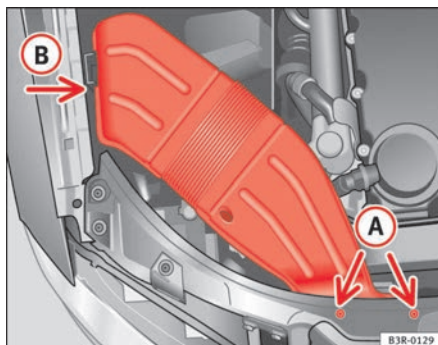

Abb. 199 Luftführungshutze an rechter Fahrzeugseite
- Drehen Sie die Schrauben (A) ⇒ Abb. 199 heraus.
- Ziehen Sie die Luftführungshutze aus der Führung (B) und nehmen Sie diese heraus. ■